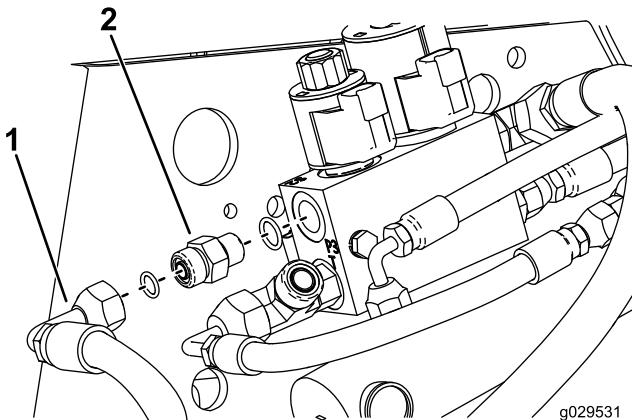

Figura 19
7. Enrosque a união da válvula hidráulica na abertura da válvula (Figura 19).
10. Prenda o encaixe do tubo com a união reta (Figura 19).